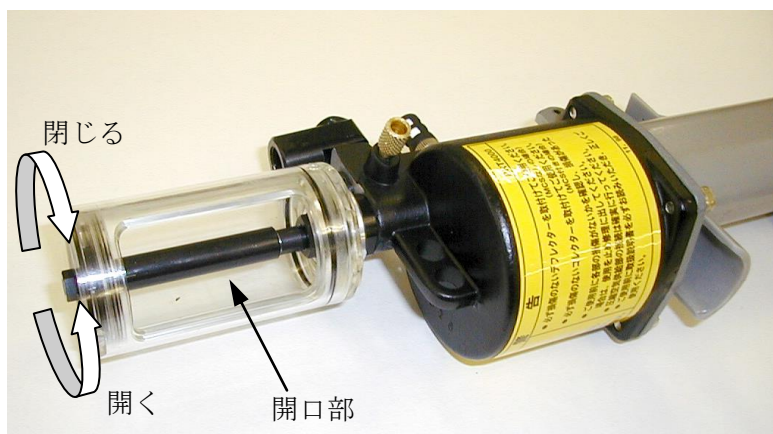

図11-7
- (1) リベットを締結するときはコレクターを閉じた状態でご使用ください。
- (2) コレクター内に回収されたマンドレルは、収容能力内(表11-1)で廃棄してください。廃棄はコレクターを開けて行ってください。(図11-7)